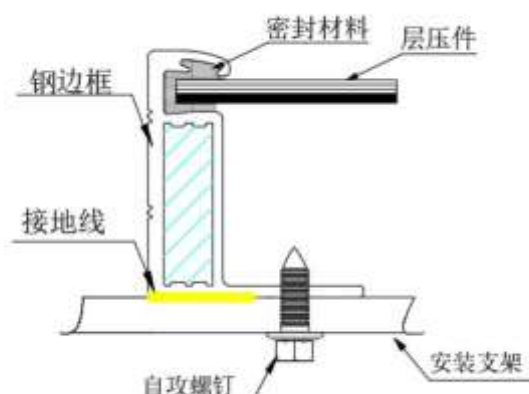

图 11-2 ST 4.8 盘头自攻螺钉接地示意图
- 日升接地孔设计在光伏组件金属边框的 C 面，直径为 4mm，使用单独的接地线和相关配件连接太阳能光伏组件的边框并将接地线连接到大地，铝边框建议使用常规 M4×12mm 的接地螺栓并配套有 M4 的螺母，星型垫圈及平垫圈，高强度合金钢边框建议使用 M5 盘头螺钉或 ST 4.8 盘头自攻螺钉，如图 11-2 所示，这样能确保组件被牢靠接地。您可以在日升组件产品手册上找到相应的产品图纸，来了解详细的产品接地孔数量，尺寸和位置，接地固定应